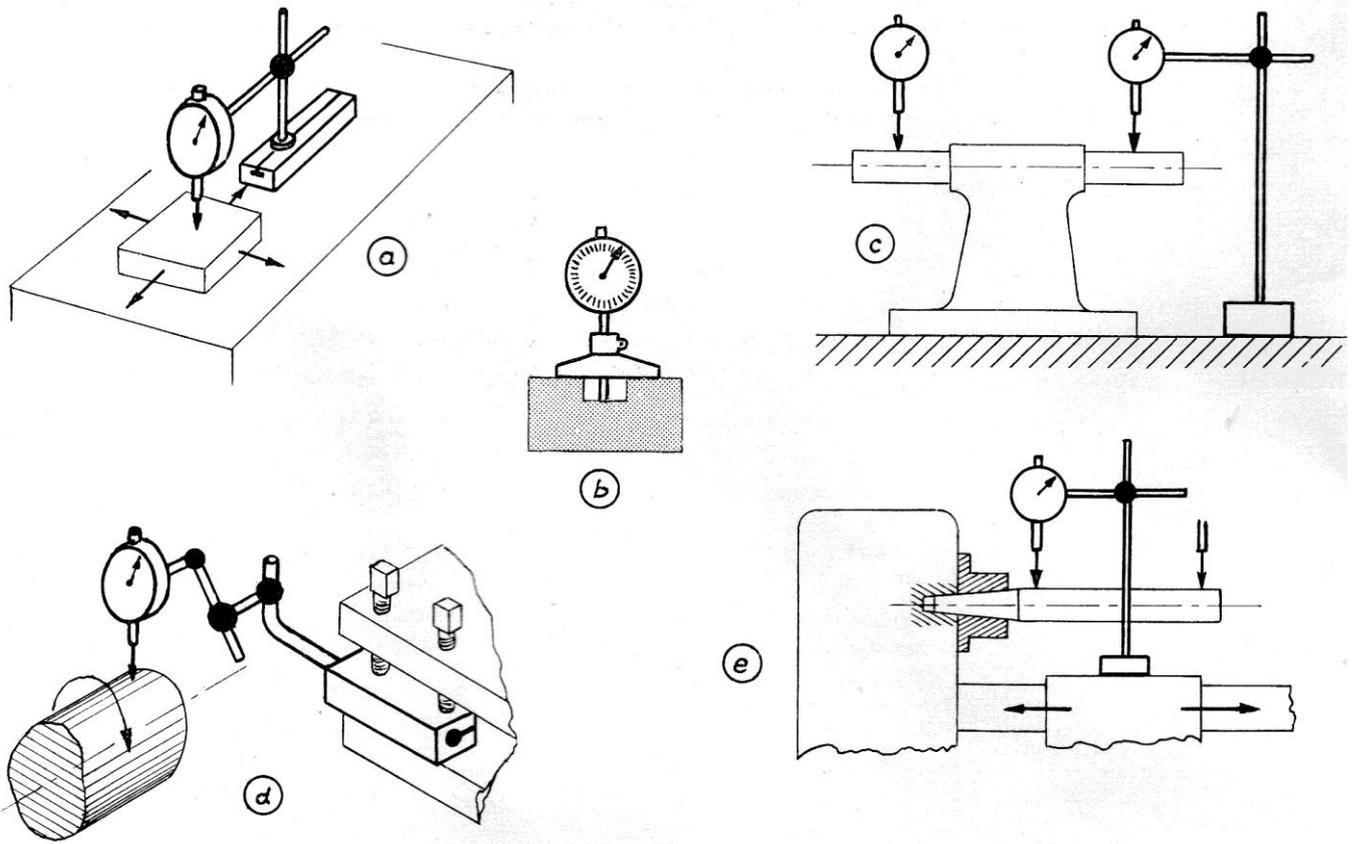

Figure 6
Usages divers (figure 6)
- des pièces (parallélisme, rainures) (figure 6 a, b, c)
- du montage des pièces sur les machines (centrage, concentricité) (figure 6 d)
- des formes géométriques des machines au montage et à la réception (figure 6 e).